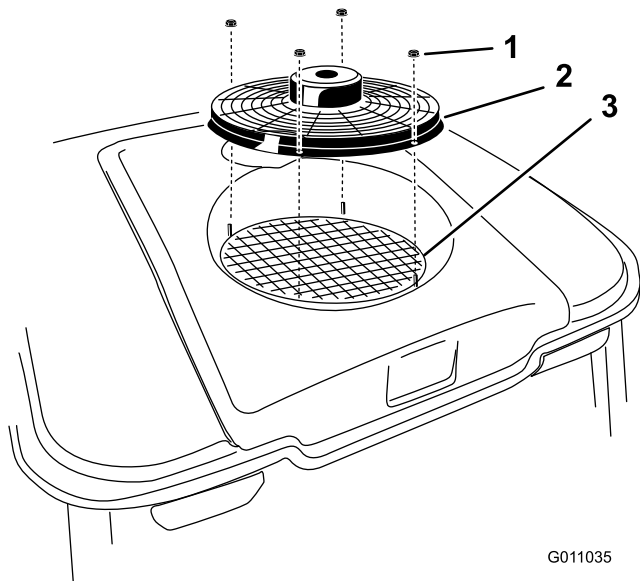

Figure 100
2. Enlevez les 4 écrous qui fixent le ventilateur au toit de la cabine et déposez le ventilateur (Figure 100).
3. Nettoyez soigneusement le serpentin de climatisation à l'air comprimé (Figure 100).